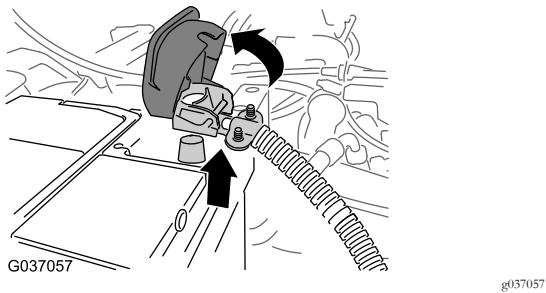

Bild 2
1. Nehmen Sie die Abdeckung vom Minuskabel der Batterie ab (Bild 2).
1. Schließen Sie das Minuskabel der Batterie am Batteriepol an, siehe Bild 2 in Abschließen der Batterie \(Seite 1\).
2. Flüchten Sie die Isolierabdeckung der Batteriekabel-Anschlussklemme aus und schließen Sie die Abdeckung, siehe Bild 2 in Abschließen der Batterie \(Seite 1\).